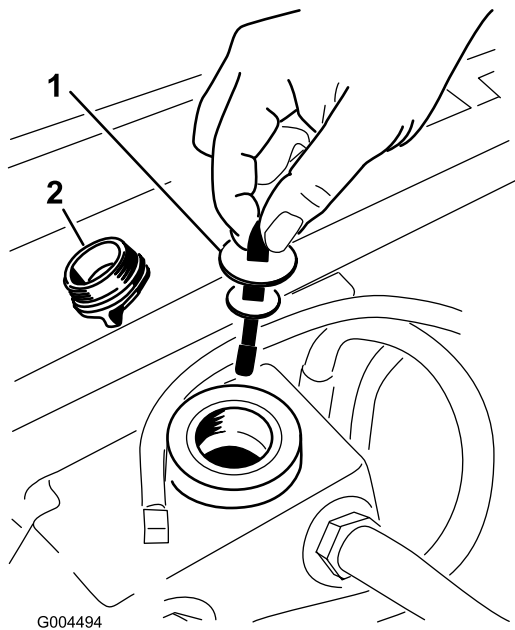

図 69
3. 油圧オイル補給口のキャップ（図 69）を取る。
4. ディップスティックを抜き、ウェスで一度きれいに拭く(図 69)。
5. もう一度首に差し込んで引き抜き、オイルの量を点検する(図 69)。